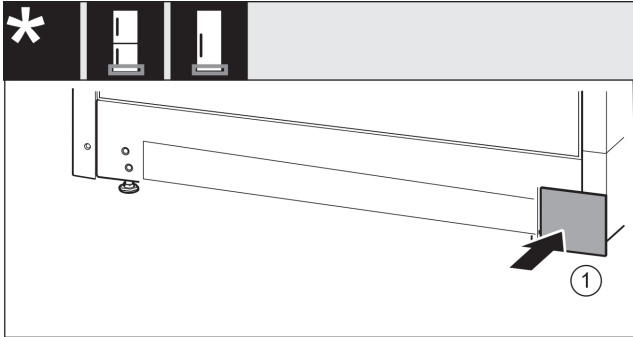

Fig. 44
- ▶ Tegye vissza a fedelet Fig. 44 (1) a másik oldalra.